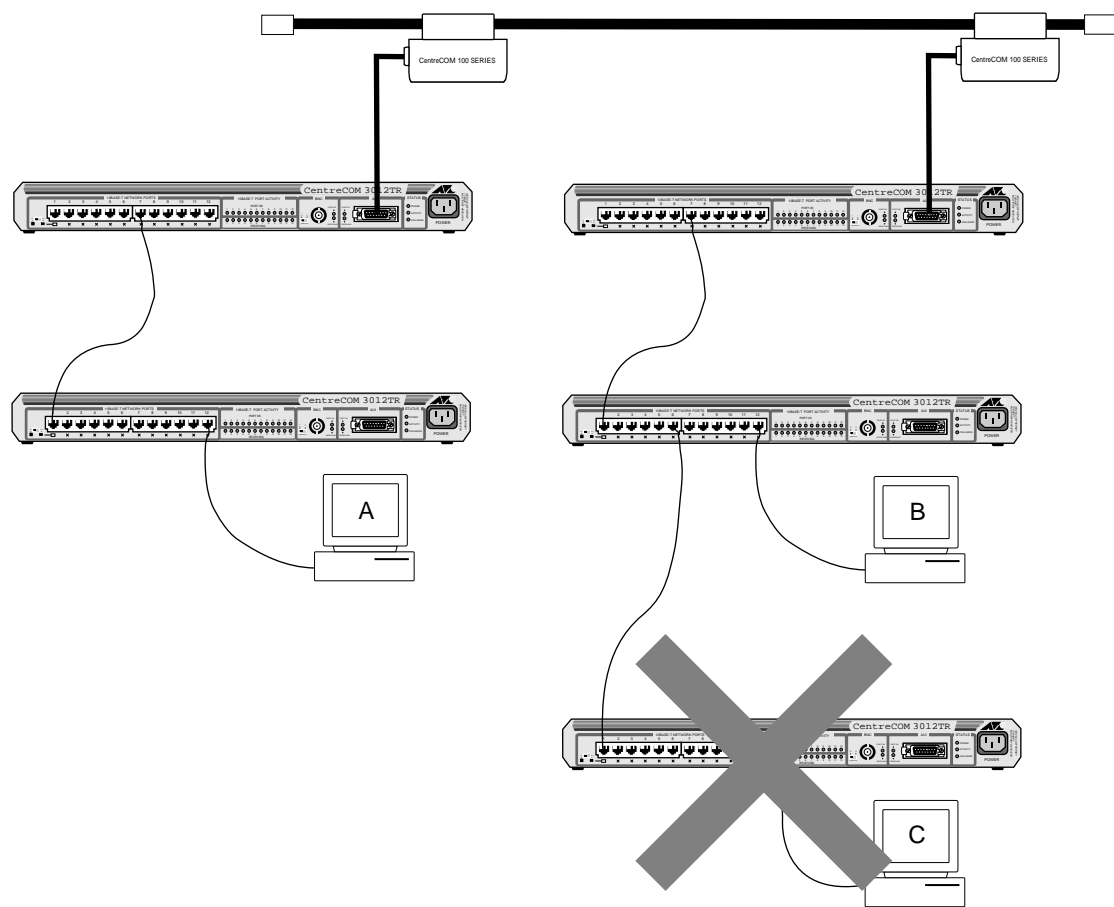

図 2.2 行ってはいけないカスケード接続の例
6. 3. ~ 5. と同様の手順で、A と C、 B と C のパソコン間で接続確認テストを行います。なお、カスケード接続を行う際は、図 2.2 の接続例をご覧ください。